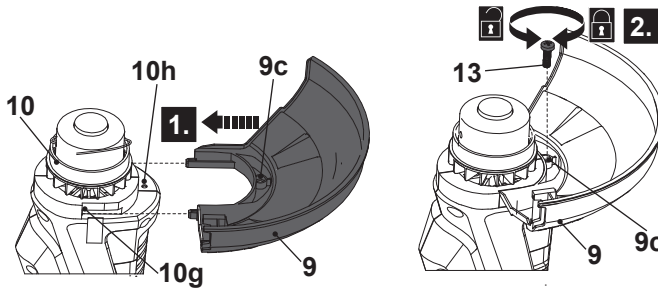

Fig. 3
1. Vire a cabeça do aparador (10) de cabeça para baixo.
2. Alinhe e deslize a proteção (9) sobre as ranhuras deslizantes (10g) da cabeça do aparador (10) (Fig. 3, passo 1). Insira completamente a proteção (9) e assegure que os orifícios do parafuso (9c, 10h) estão bem alinhados.
3. Fixe a proteção (9) com o parafuso (13) no sentido horário (Fig. 3, passo 2).